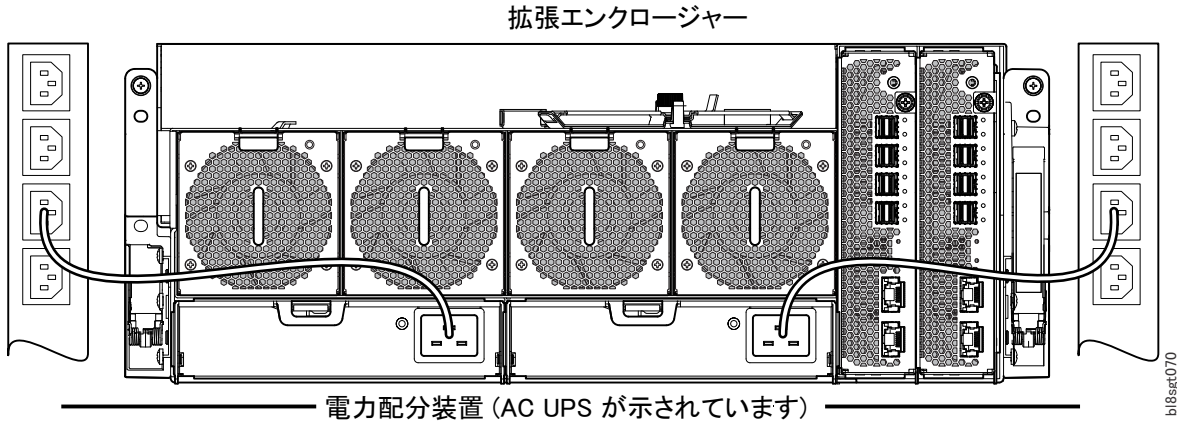

図 60. PDU から PSU への標準的な AC 電源コード接続
- 図 60 は、C19 コネクターを使用した、シングル・コア PSU から PDU への電源接続を示しています。
1. 電源ケーブルを PSU から PDU に接続してシステムの電源をオンにします。 65 ページの図 60 を参照してください。